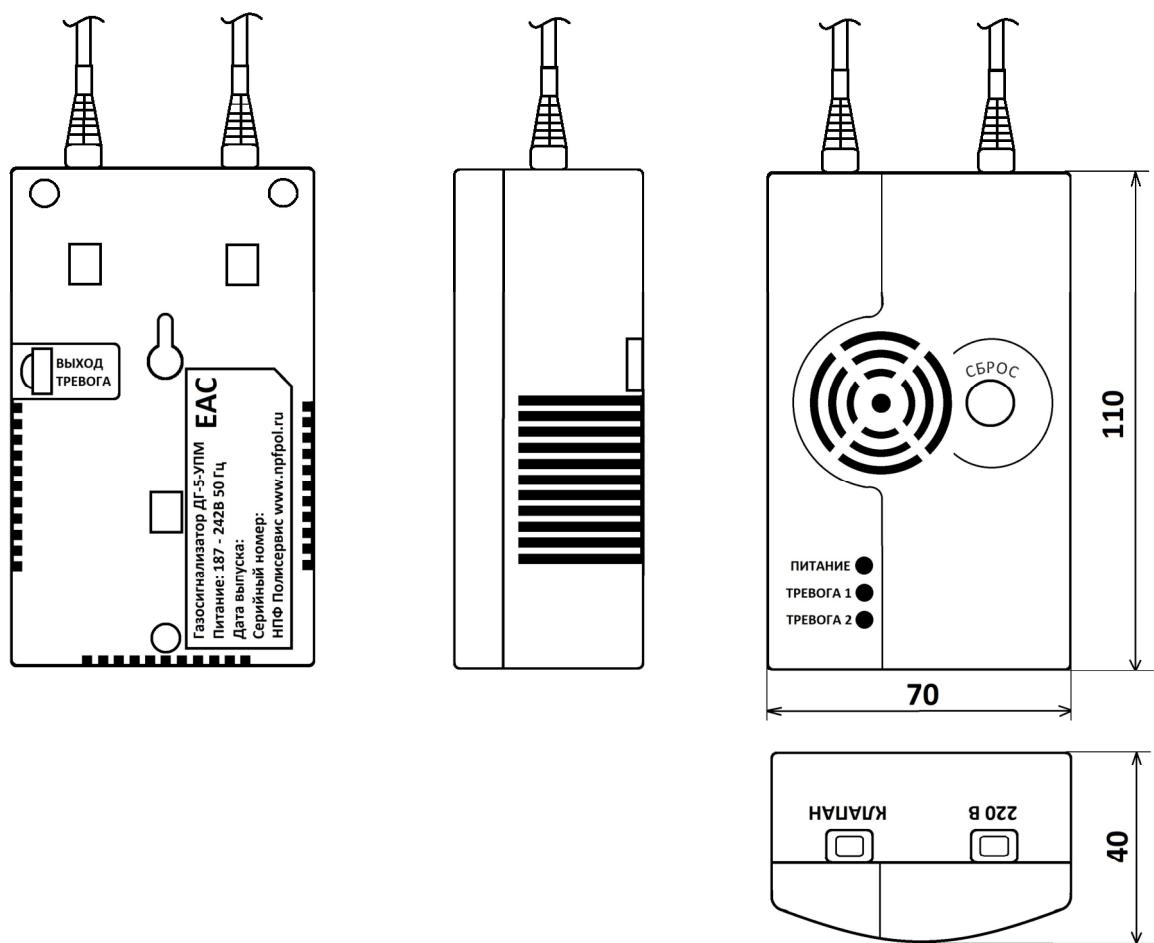

Рисунок 1.1 - Общий вид сигнализаторов ДГ-5
1.3.8 Сигнал «Тревога» передается на ППКОП по шлейфу сигнализации, подключаемому к контактным винтовым зажимам разъема ТРЕВОГА, расположенного на задней стенке корпуса сигнализатора (см. рисунок 1.1).
Выход КЛАПАН расположен в верхней части корпуса (см. рисунок 1.1).